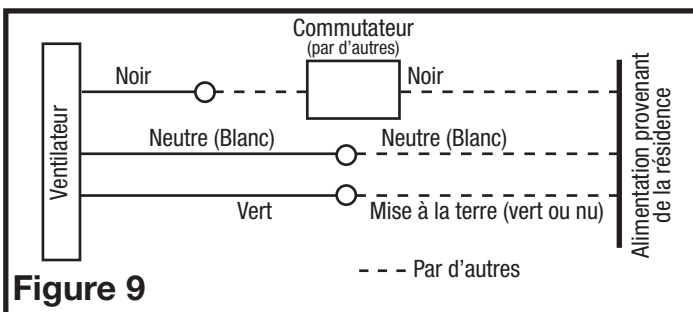

Figure 9
- Par là où vous avez choisi d'accéder à la boîte de jonction du ventilateur, connecter le fil Blanc provenant de la résidence au fil Blanc du réceptacle du ventilateur. Connecter le fil Noir de l'interrupteur mural au fil Noir du réceptacle du ventilateur. Connecter le fil de mise à la terre provenant de la résidence au fil Vert du réceptacle du ventilateur (Figure 9). Utiliser des méthodes approuvées pour toutes les connexions.